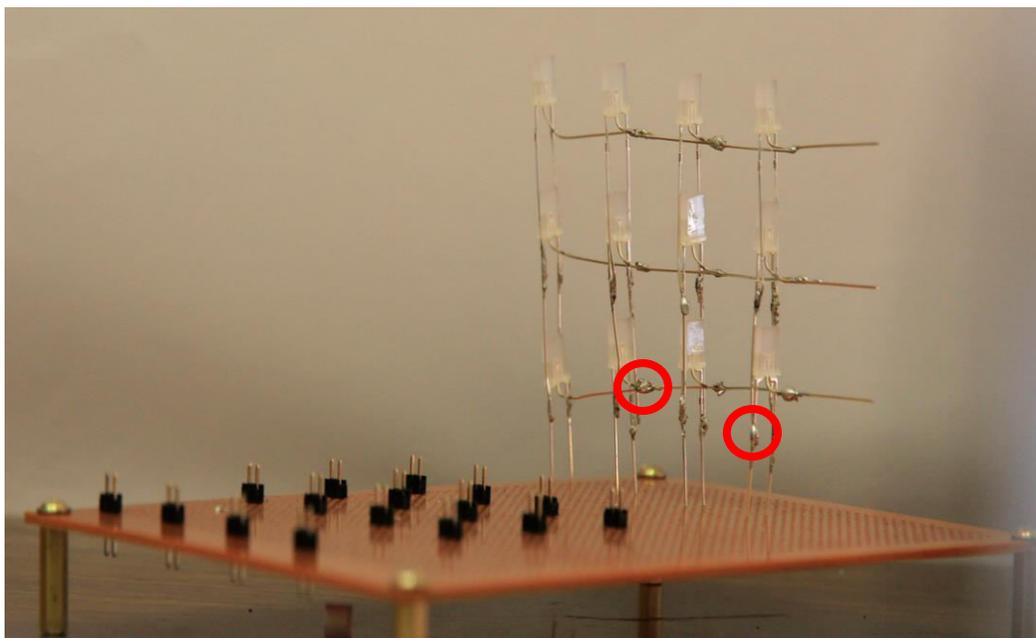

Figure 3 : Colonne de DEL
5. Une fois que les pattes extérieures d'un côté sont brasées ensemble, tournez la structure vers la droite et commencez à brasser les pattes extérieures de l'autre côté. Une fois terminé, vous devez avoir obtenu une structure telle que celle démontrée sur la Figure 3.